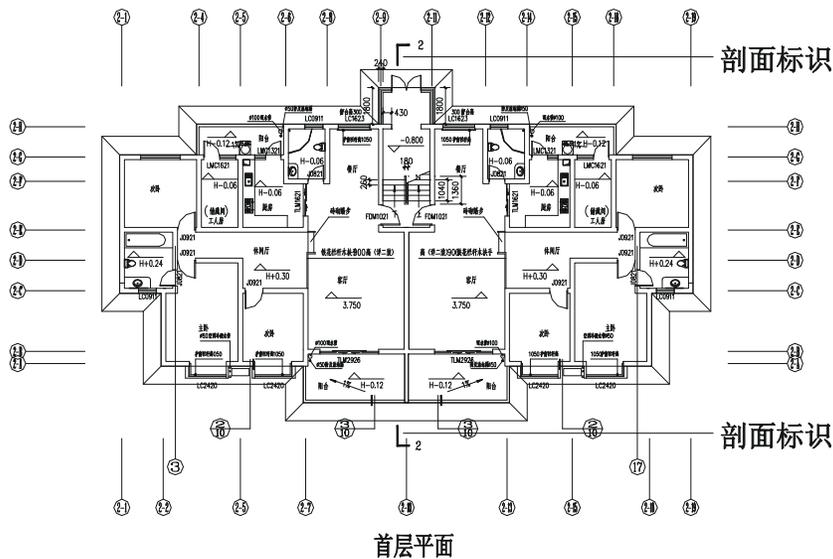

图 11-1-26
**STEP 36** 绘制出剖面图在首层平面上的标识 $\Gamma^2$ ，并标注出该平面图的标题“首层平面图”，如图 11-1-26 所示。